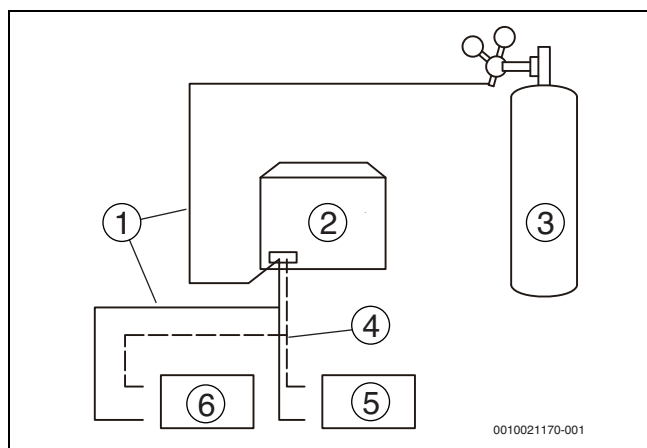

Рис. 27
4. Используйте заглушки для блокирования всех отверстий жидкой(газовой) стороны, за исключением отверстия в внутреннем блоке, которое самое дальнее от наружных блоков («Внутренний блок А» на рис. 27).